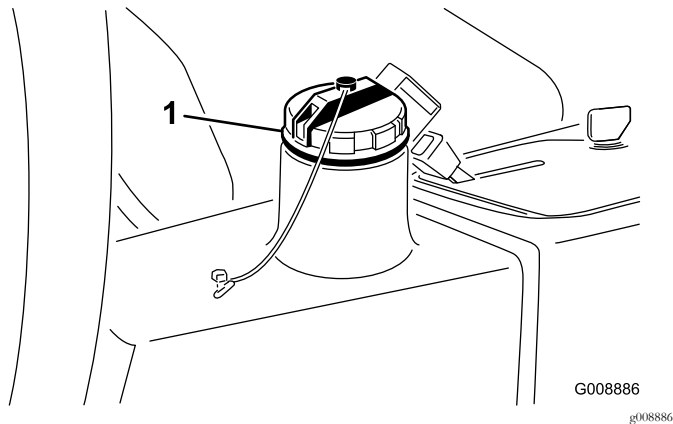

Figura 76
4. Encha o reservatório (Figura 76) com aproximadamente 13,2 l de fluido hidráulico; consulte Verificar o sistema hidráulico (página 32).